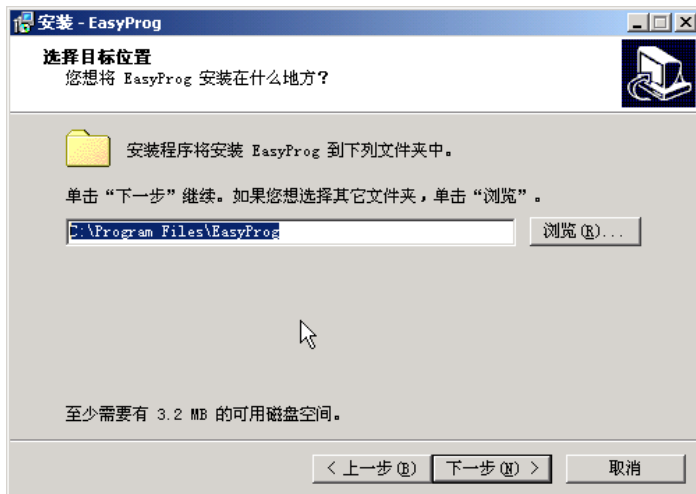

图 2-2
- ② 单击 [下一步]，将确认 EasyProg 的安装路径。用户可用使用默认路径，也可以对其进行修改，如图 2-2。